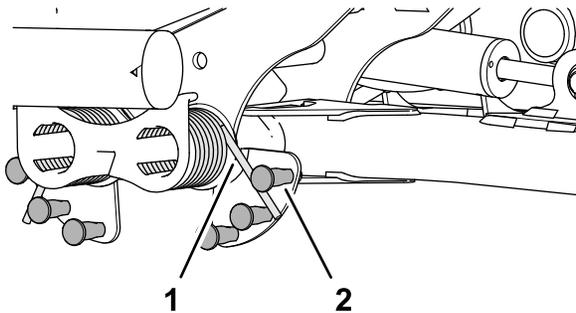

Figura 52
2. Inserite l'estremità lunga della molla di contrappeso in un tubo o in un oggetto simile e orientate la molla attorno al perno di spallamento nella posizione desiderata (Figura 52).